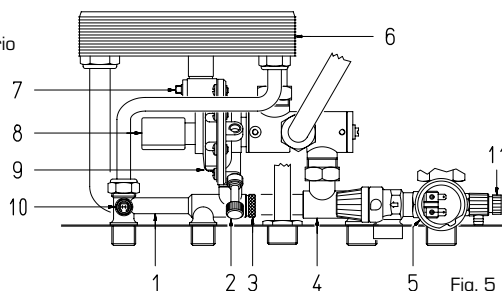

Fig. 5
- en los modelos "25 BF - 30 BF" actuando sobre el grifo de carga de la válvula presostática (2 fig. 5).